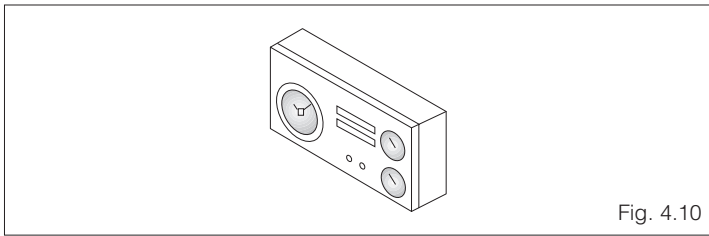

Fig. 4.10
- intervenendo sul termostato ambiente o sul programmatore orario (fig. 4.10)